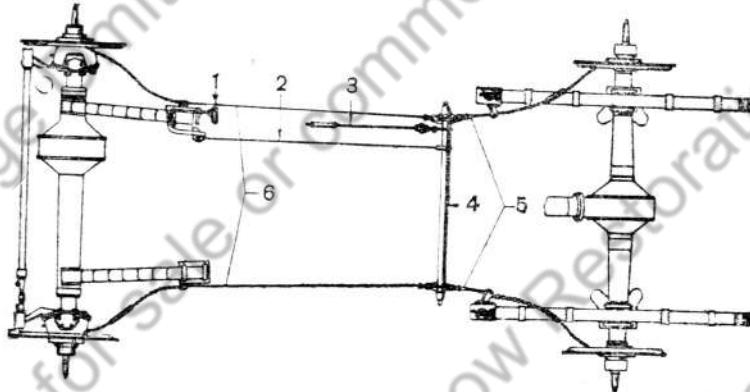
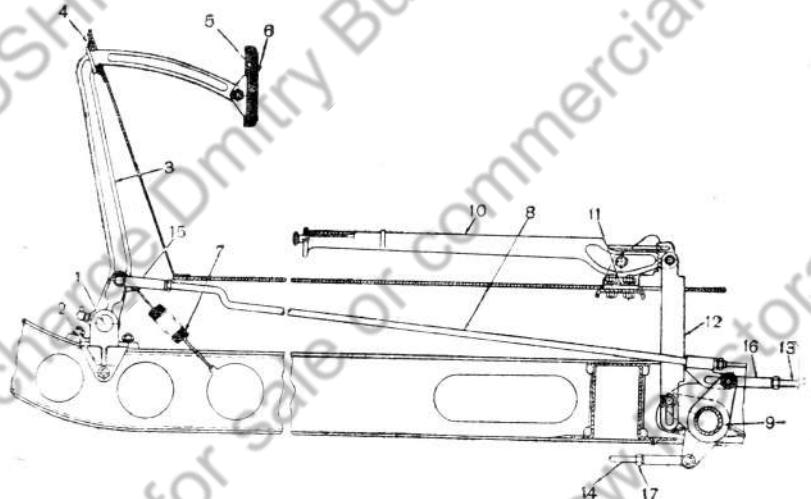

Рис. 39. Схема управления тормозами:
Рис. 40. Привод ножного и ручного тормозов:
Управление тормозами всех четырёх колёс осуществляется от ножной педали 1 (рис. 39) тормоза и от рычага 3 ручного тормоза. Педаль и рычаг ручного тормоза действуют на один и тот же поперечный вал 4, от которого усилия передаются тросами 5 и 6 к задним и передним колесам. Ось 1 (рис. 40) педали тормоза установлена в кронштейне 2 на правом лонжероне. В верхнем положении педаль 3 упирается в
3. Поставить рычаг 10 (рис. 40) ручного тормоза параллельно полу в крайнее положение (полностью отпустить).
4. Поставить поперечный вал в начальное положение до упора пальца рычага ручного тормоза поперечного вала в верхнюю часть прорези тяги ручного тормоза, как показано на рис. 40.